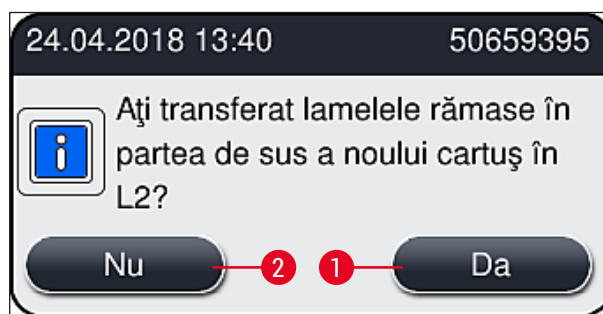

Fig. 63
8. După închiderea capacului, utilizatorul este întrebat dacă lamelele rămase au fost introduse în noul cartuş lamelă (→ Fig. 63). Dacă s-a întâmplat acest lucru, confirmați mesajul de informare prin **Da** (→ Fig. 63-1). Dacă nu a fost introduse lamele, confirmați mesajul de informare prin **Nu** (→ Fig. 63-2).